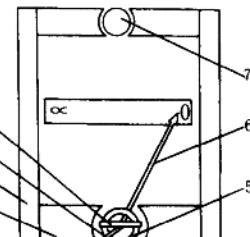

图 2 磁电系兆欧表的结构
①磁电系兆欧表的结构。磁电系兆欧表的结构如图 2 所示, 它由一台手摇发电机和磁电系比率表组成。
②兆欧表的正确使用。高压电力设备选用电压高的兆欧表来测量, 电压低的电气设备选用电压比较低的兆欧表来测量。表 1 列出了几种测量电力设备绝缘电阻所使用的兆欧表规格。